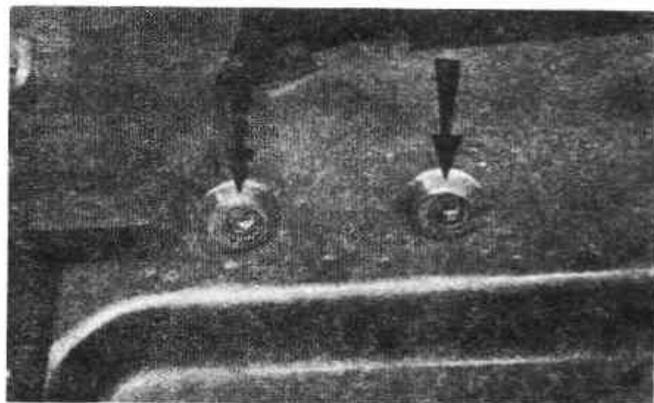

Рис. 12.2. Выверните болты крепления заднего бампера (Разд.3)
2. Откройте крышку багажника и поднимите обивку. Выверните болты с шайбами, крепящие кронштейны бампера к кузову (Рис. 12.2).